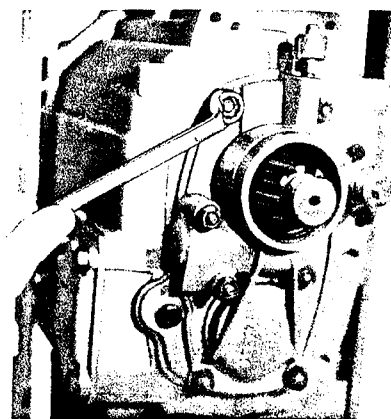

Fig. 3
- 4.2 Devisser les écrous (102) (fig. 3) et la vis (507). Enlever le couvercle du tachymètre. En pressant, faire sortir la bague d'étanchéité (804) du couvercle.